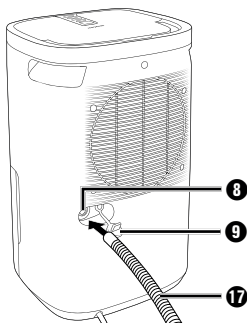

Fig. 2
- ◆ Raccordez soit le tuyau de drainage **17** livré d'origine soit l'adaptateur pour tuyau d'arrosage UE **18** sur l'orifice de sortie **8** (voir les figures 2 + 3).